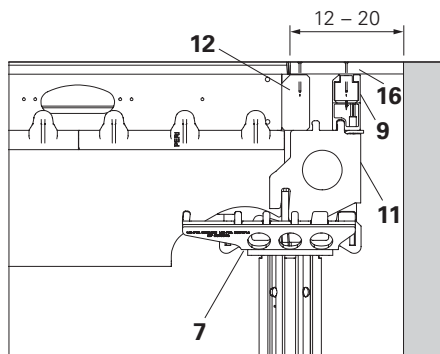

Fig. A5.26
1. Agganciare la testa combi SCK (7) girata di 180° oppure la testa d'appoggio SSK ai supporti della trave.
3. Posare il pannello di rivestimento e inchiodare. (Fig. A5.26 + A5.27)